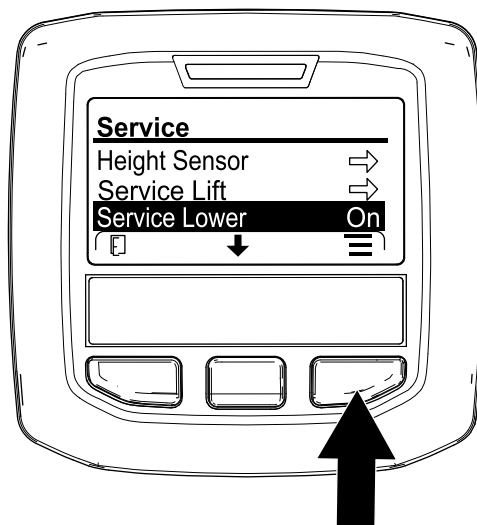

図 178
6. インフォセンターの中央のボタンを何度か押し、SERVICE LOWER 整備用に下降 図 178 を選択し、右ボタンを押す。